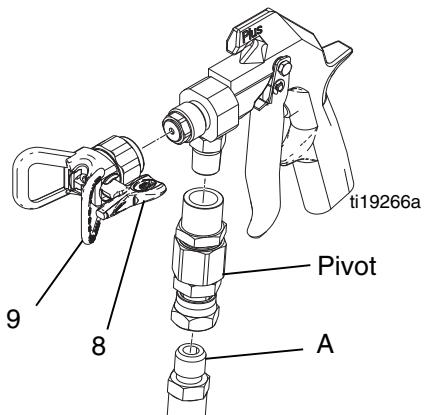

**FIG. 1 : Positions de verrouillage de la gâchette**
- Pour verrouiller de la gâchette du pistolet, faites pivoter le verrou de telle sorte qu'il soit perpendiculaire au corps du pistolet. Consultez la FIG. 1.
- Pour déverrouiller la gâchette du pistolet, poussez sur le verrou et tournez-le pour qu'il soit parallèle au corps du pistolet. Consultez la FIG. 1.